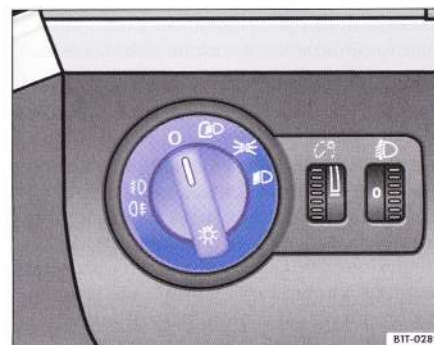

Fig. 36 Imagine din tabloul de bord: Înterupătorul pentru lumini, acționarea automată a luminilor, proiectoarele de ceață și luminile de ceață spate.
- Pentru aprinderea luminii de zi puneți contactul fără a roti înterupătorul de lumini din poziția 0 ⇒ fig. 36.
- Pentru activarea luminilor de deplasare automate rotiți înterupătorul de lumini ⇒ fig. 36 în poziția ⇒ .
Dacă se întrerupe contactul când întrerupătorul de lumini ⇒ pagina 57, fig. 36" se află în poziția "lumina de deplasare ☼", iluminarea pentru orientare rămâne aprinsă pe durata de iluminare de după luarea contactului.